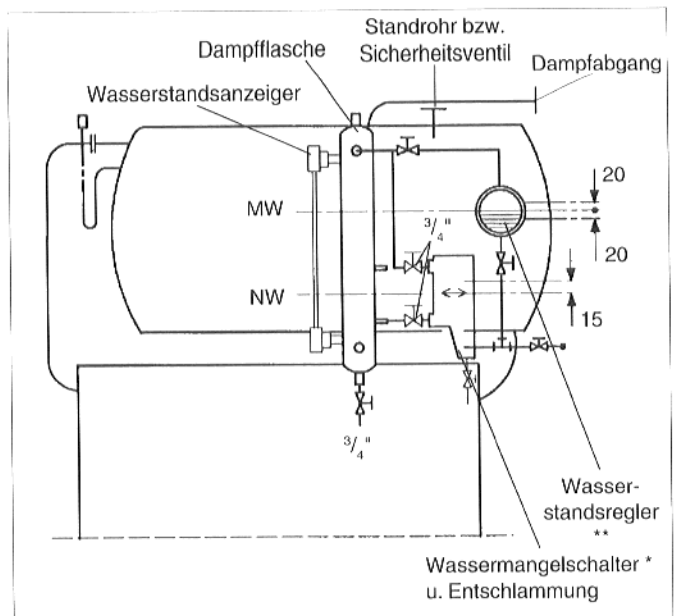

Abb. 18 Seitenansicht; Prinzipabb.
Anordnung der Regelgeräte (Abb. 18 u. 19)
- * Der Ansprechpunkt des Wassermangelschalters muß auf der Höhe der "NW"-Marke liegen, Schaltdifferenz + 15 mm (Abb. 18).
- ** Den Ansprechpunkt des Wasserstandsreglers auf die Höhe der "MW"-Marke legen, Schaltdifferenz ± 20 mm (Abb. 18).